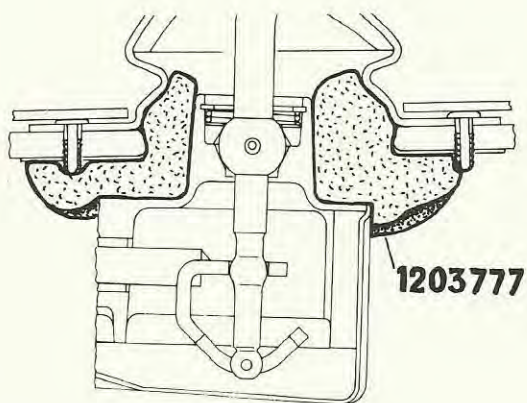

Bild 5
6. Placera skumplastisoleringen 1203 777-6 mellan växellådan och tunneln, om den inte redan är monterad (i produktion sedan v351). Bild 5.